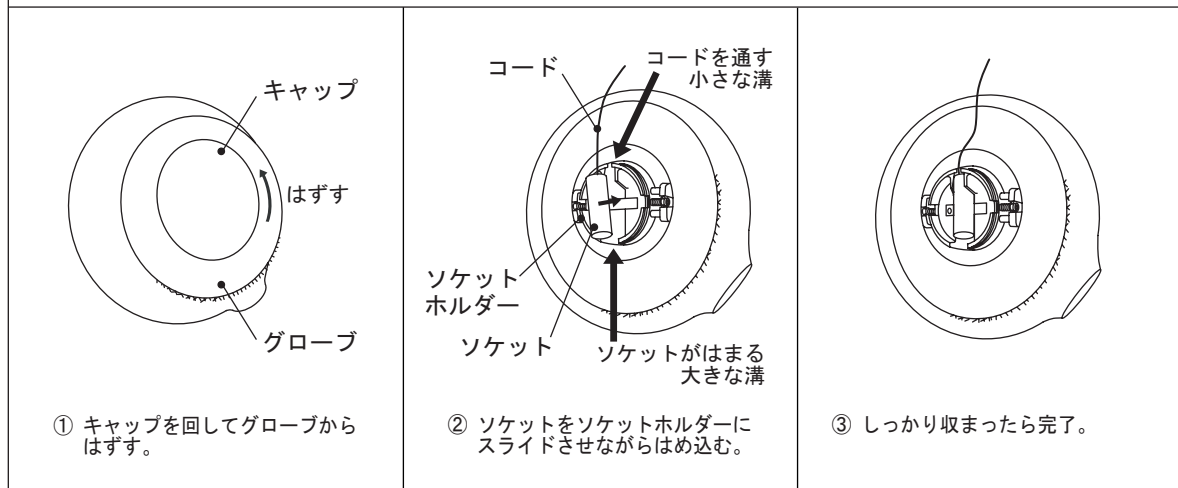

図 7
- ① 銅線の先端にある 2 本のピンをソケットの穴に合わせ、真っ直ぐに奥までさし込んでください。(図 7 参照)